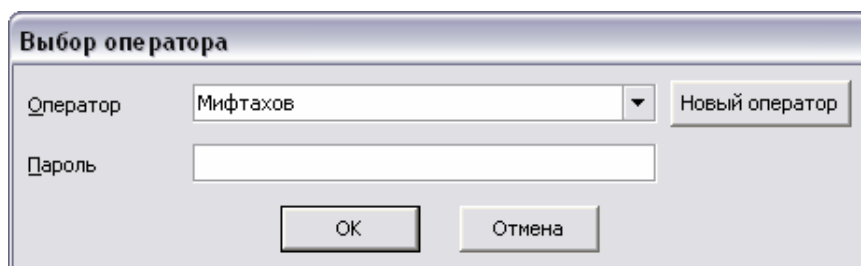

Рисунок 1.10
2. В открывшемся окне «**Выбор оператора**» (рис.1.10) выберите имя оператора в поле «**Оператор**», введите пароль в соответствующее поле и нажмите кнопку **<ОК>**.
*Примечание.* Вы можете аналогичным образом добавить нового оператора в окне «**Выбор оператора**» (рис.1.10), нажав кнопку <Новый оператор>.